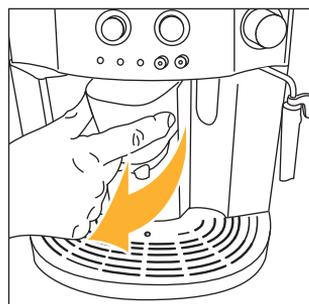
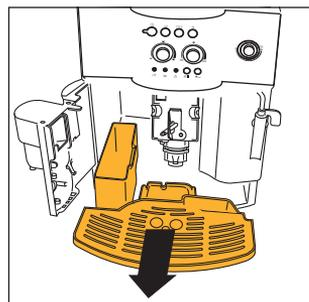

Fig. 15
Fig. 16
NOTA 7: la macchina conta il numero di caffè che vengono erogati. Ogni 14 caffè singoli (o 7 doppi), la spia ☹ si accende in modo fisso (cap. 12 punto 3) avvertendo che il contenitore fondi è pieno di pasticche ed è necessario svuotarlo e pulirlo. Finché non si fa la pulizia del cassetto fondi, la spia rimane accesa e la macchina non può fare il caffè. Per eseguire la pulizia aprire lo sportello di servizio sulla parte anteriore tirando il erogatore (fig. 15); si accende la spia ☹ lampeggiante (vedere par. 12 punto 9); estrarre quindi la vaschetta raccogliogocce (fig. 16), svuotarla e pulirla. Svuotare e pulire accuratamente il cassetto fondi avendo cura di rimuovere tutti i residui che possono essere depositati sul fondo. Asciugare anche le eventuali gocce di condensa che si sono depositate all'interno della macchina sotto la vaschetta raccogli-gocce. **IMPORTANTE:** quando si estrae la vaschetta raccogliogocce è **OBBLIGATORIO** svuotare sempre il contenitore fondi caffè anche se è riempito poco. Se questa operazione non è effettuata può succedere che, quando si fanno i caffè successivi, il contenitore fondi si riempia più del previsto e che la macchina si intasi di pasticche esauste.
- aprire lo sportello di servizio (fig. 15);
- estrarre il vassoio raccogli gocce ed il contenitore dei fondi (fig. 16) e lavarli;